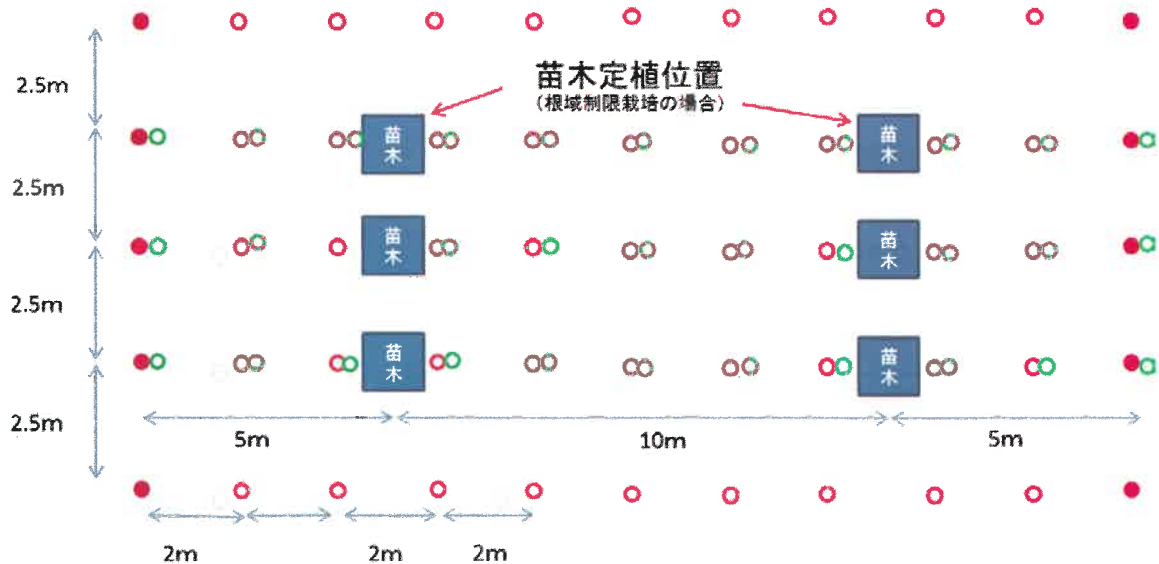

図 26 アーチパイプの埋め込み位置
1) アーチパイプの埋め込み位置を決め、穴を掘る (図 26)